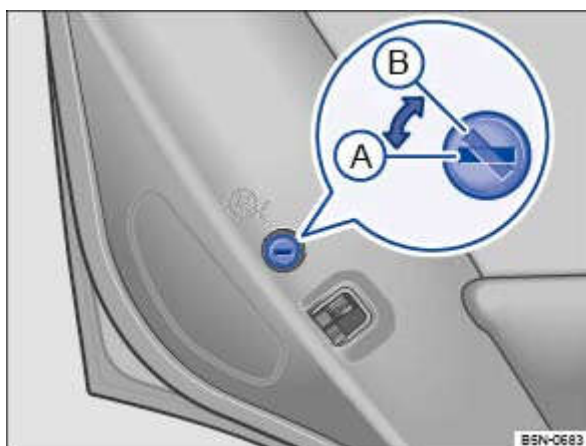
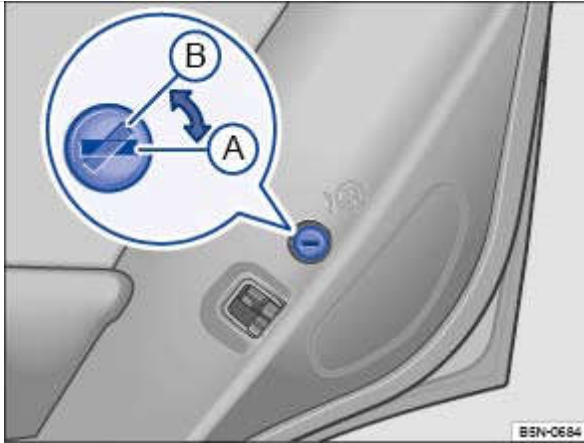

Fig. 34 Sécurité enfants : dans la porte arrière gauche
Fig. 35 Sécurité enfants : dans la porte arrière droite
Légende de la → Fig. 34 et de la → Fig. 35 :
- À l'aide du panneton, tournez la fente dans la position souhaitée → Fig. 34 ou → Fig. 35.